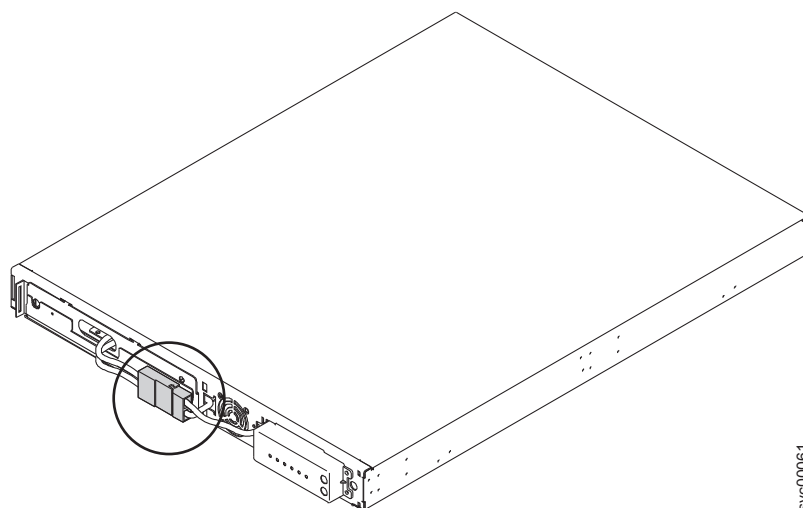

图 15. 2145 UPS-1U 内部电池接口
5. 连接内部电池接口（如图 15 所示）。有槽口的接口每一端都具有两根连线：一根为红色 (+)，另一根为黑色 (-)。对齐接口，以使两根红线连接在一起，且两根黑线也连接在一起。